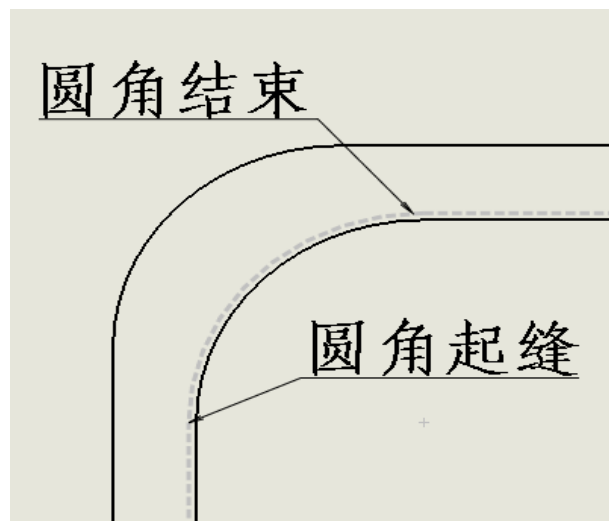

图 20
①:圆角模板调法:如果圆角起缝处针距长度变长时(图 20),圆角起缝开关感应片(图 19)向右移动,反之向左移动;如果圆角结束处针距长度变长时(图 20),圆角结束开关感应片(图 19)向右移动,反之向左移动;